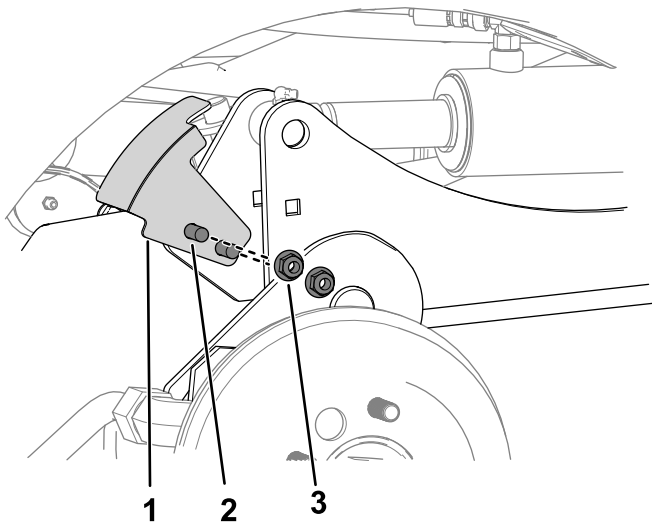

Figure 8
5. Avec 2 boulons de carrosserie et 2 écrous ($\frac{3}{8}$ "), fixez le support du capteur sur le bras de levage droit (Figure 8).